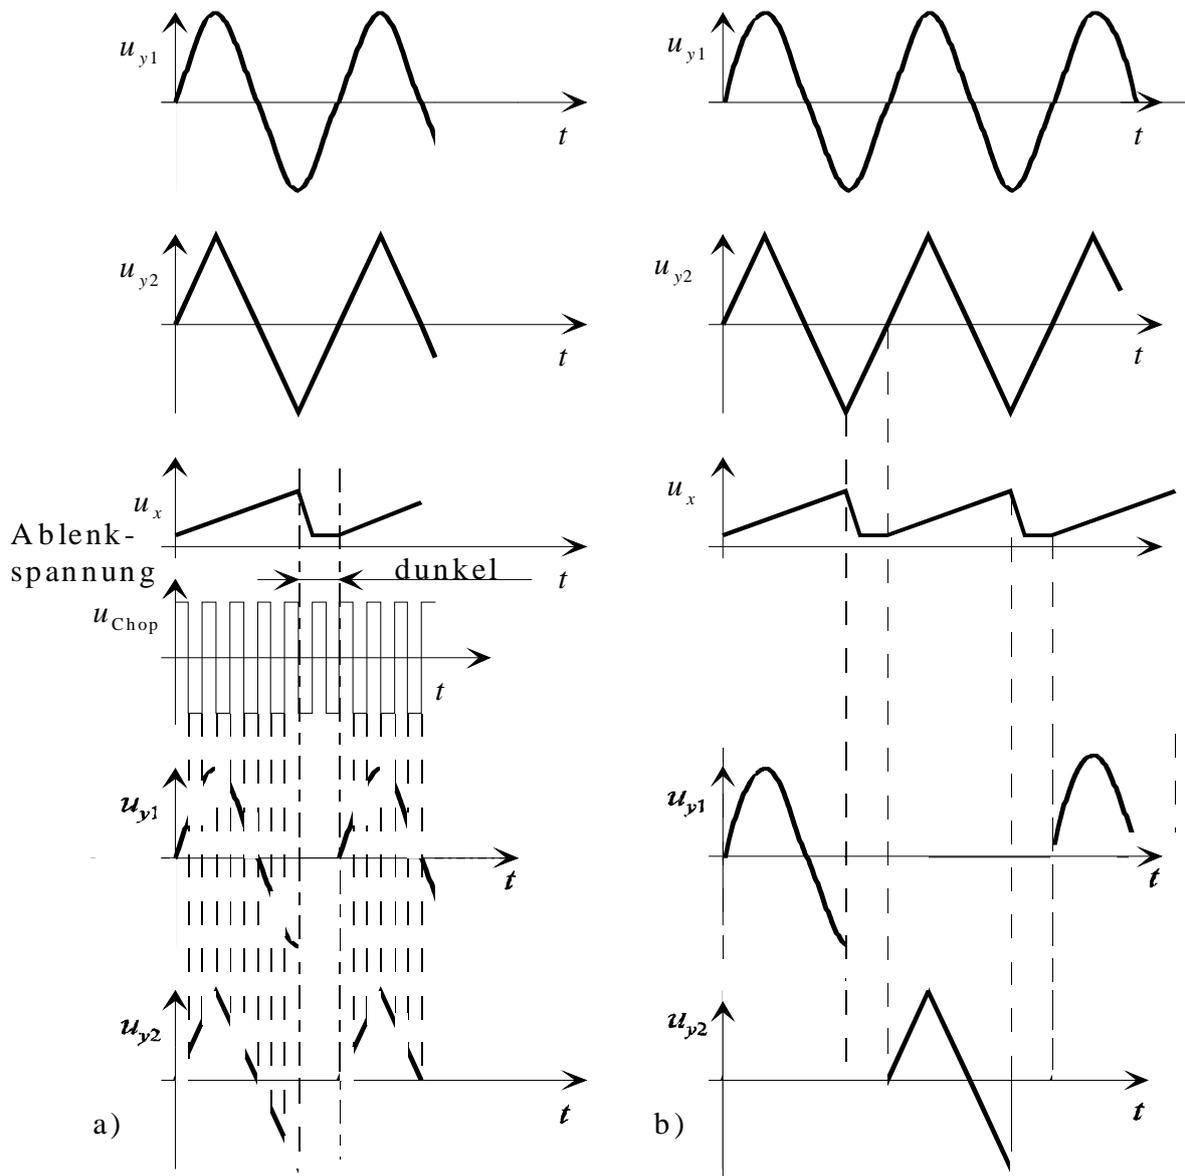

Bild 3: Zweikanalbetrieb beim Oszilloskop
Häufig ist es sinnvoll oder notwendig, zwei (oder sogar mehr) Messgrößen  $y_1(t)$  und  $y_2(t)$  gleichzeitig und in ihrem zeitlichen Bezug zueinander darzustellen. Dieses ist im *Zweikanalbetrieb* (YT) des Oszilloskops möglich. Dazu sind 2 (oder bis zu 4 bei einem Vierkanalgerät) Y-Eingänge einschließlich umschaltbarem Spannungsteiler/Verstärker erforderlich. Die Bildröhre kann jedoch nur einen Strahl zu einer Zeit abbilden. Deswegen ist zusätzlich noch ein elektronischer Umschalter vorhanden, der die beiden Signale neben- oder nacheinander anzeigt. Es gibt bei analogen Geräten zwei mögliche Betriebsarten, „chopped“ (engl. zerhackt) und „alternating“ (engl. abwechselnd), die im Bild 3 in ihrer Funktion beschrieben sind.